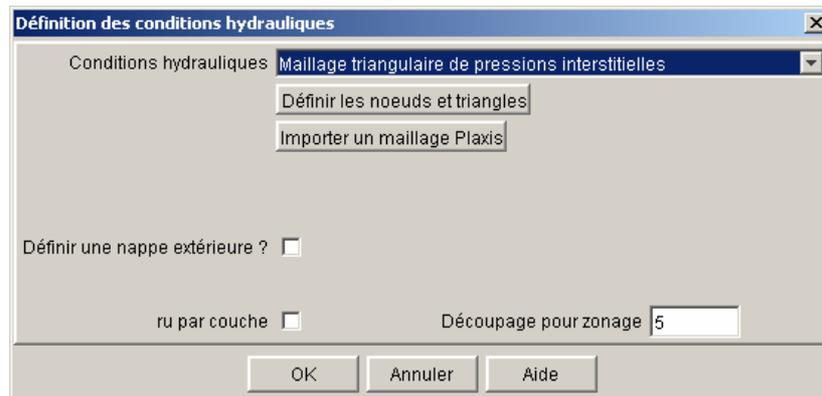

Figure 87 : définition d'un maillage triangulaire de pressions interstitielles
- Par un maillage triangulaire de pressions interstitielles : il suffit de choisir l'option correspondante dans la liste proposée (Figure 87).
Pour utiliser cette option, cliquer sur le bouton "Importer un maillage Plaxis" de la Figure 87.